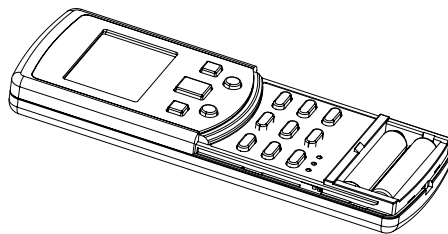

Figura 6
2. Remova a tampa das pilhas (vide Figura 6);